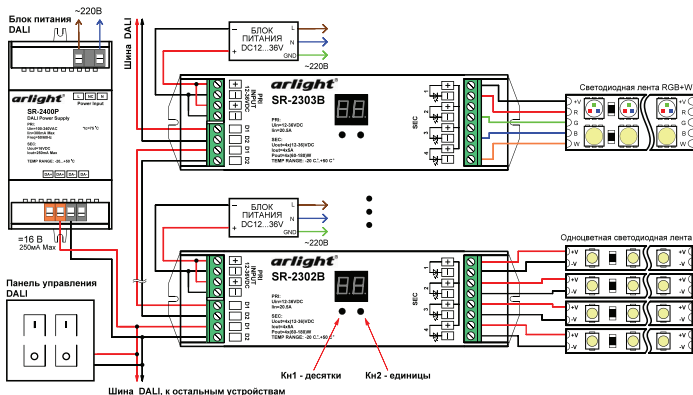

Рис.1. Схема подключения диммеров.
- 3.3. Подключите светодиодную ленту или другой совместимый светодиодный источник света к выходу SEC диммера, соблюдая полярность и порядок подключения проводов (см.Рис.1).